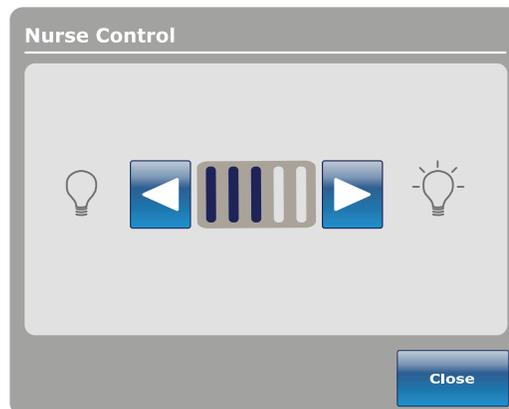

Figure 90 : Intensité DEL des commandes de l'infirmier
2. Toucher la flèche de gauche ou de droite (Figure 90 à la page 89).
3. Pour enregistrer le réglage d'intensité DEL, toucher **Close** (Fermer) (Figure 90 à la page 89).